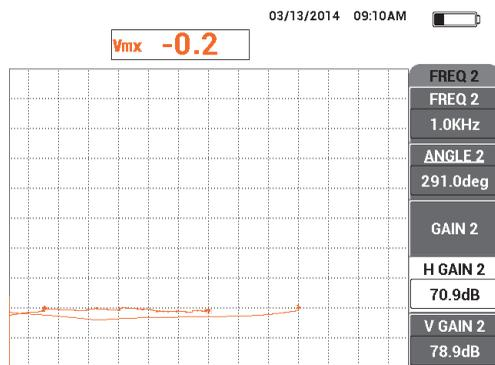

Figura 5-108 Regolazione del valore GUAD.O.2
15. Mentre si preme fermamente la sonda sul campione nella posizione 2, osservare il punto del segnale **COMB.** ed in seguito premere il tasto di menu MAIN FILTER () e diminuire **GUAD.O.2** (guadagno orizzontale 2) [tasto D] fino a quando il punto del segnale **COMB.** non si estende a più di 3 frazioni alla sinistra del punto zero (vedere Figura 5-108 a pagina 216).